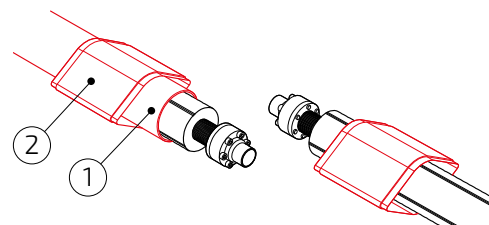

Рис. 4.7.1
1. Перед началом монтажа стыкового соединения надеть полиэтиленовую муфту 1 на один из соединяемых отрезков трубы (рис. 4.7.1). Термоусаживаемые рукава 2 разместить на обоих отрезках трубы.